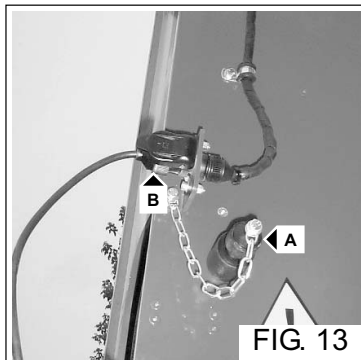

FIG. 13
- Posizionare la presa a riposo (Fig. 13 - Rif. A) e inserire il cavo per il fine corsa salita fune (Fig. 13 - Rif. B).
- Position the gripper on hold (Fig. 13 - Ref. A) and insert the cable for the rope lift stop (Fig. 13 - Ref. B).
- Die Steckdose in die Ruhestellung bringen (Abb. 13 - Bez. A) und das Kabel für den Endschalter Aufwärtshub Seil stecken (Abb. 13 - Bez. B).